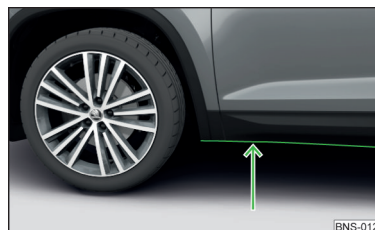

Abb. 265
- Daher vor einer Wasserdurchfahrt die Wassertiefe feststellen. Der Wasserstand darf maximal an die Unterseite des Unterholms reichen » Abb. 265.